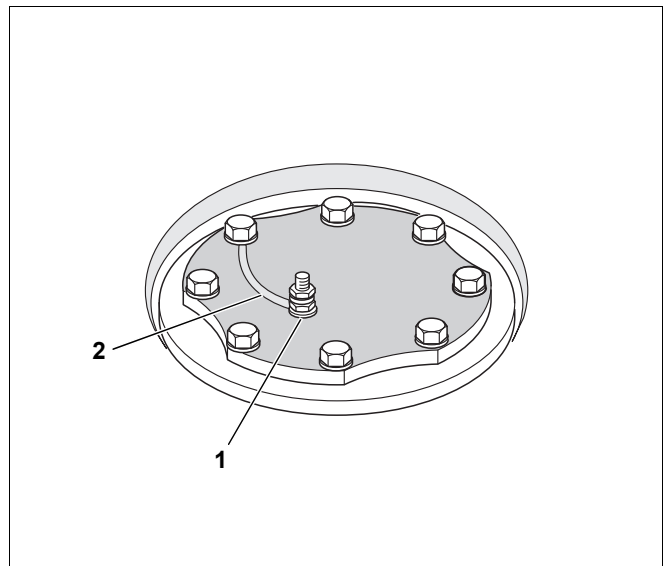

Fig. 4 Racordarea anodului de magneziu
- Verificați cablul de împământare (Fig. 4, [2]) al anodului de magneziu pentru a constata dacă este racordat.